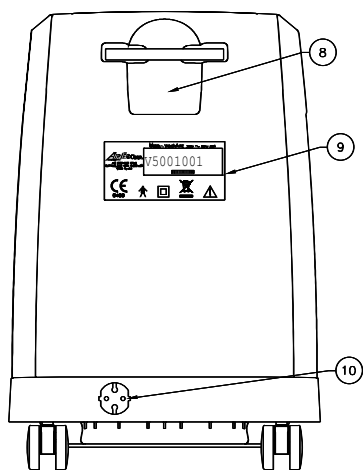

Fig. I.2
I. 2. Baksida (Fig. I. 2)	2-SV
I. 2. Baksida (Fig. I. 2